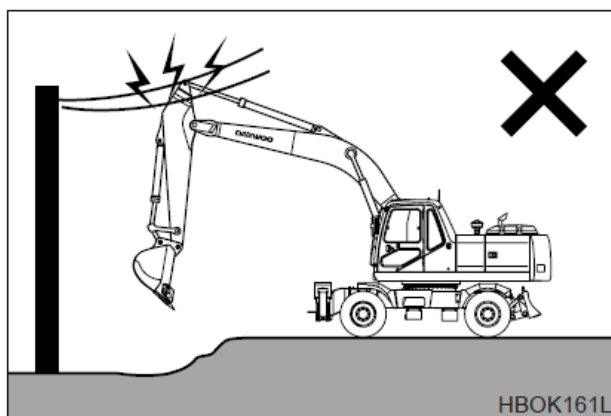

Рис. 62
11. Убедиться, что между линиями электропередач и машиной имеется достаточное пространство. (Рис. 62.)